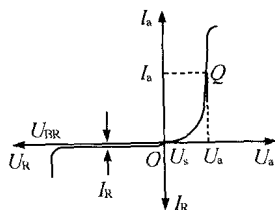

图 14.1
(1) 结构:将 PN 结两边各引出一个电极便构成一个二极管。其中 P 型区引出阳极 A(+),N 型区引出阴极 K(-)。符号: A  K
(2) 伏安特性及参数:伏安特性如图 14.1 所示。